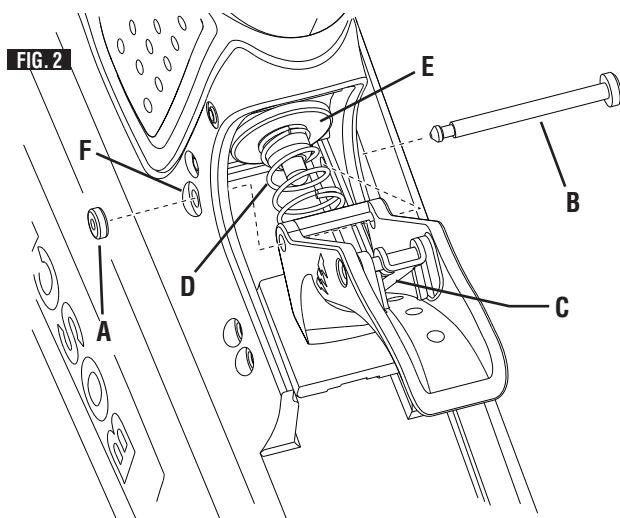

FIG. 3
- REMARQUE :** lors de l'installation de la gâchette séquentielle, assurez-vous que le levier intérieur de la gâchette (C) est dans la position correcte, comme montré à la Figure 3.
4. Assurez-vous que le ressort de la gâchette (D) est solidement en place autour de la tige de la valve de la gâchette (E) et repose sur le levier de la gâchette (C).
5. Alignez les trous de la gâchette avec les trous du logement (F), puis insérez la goupille (B) à travers tout l'ensemble.
6. Poussez la bague en caoutchouc (A) sur le bout de la goupille.